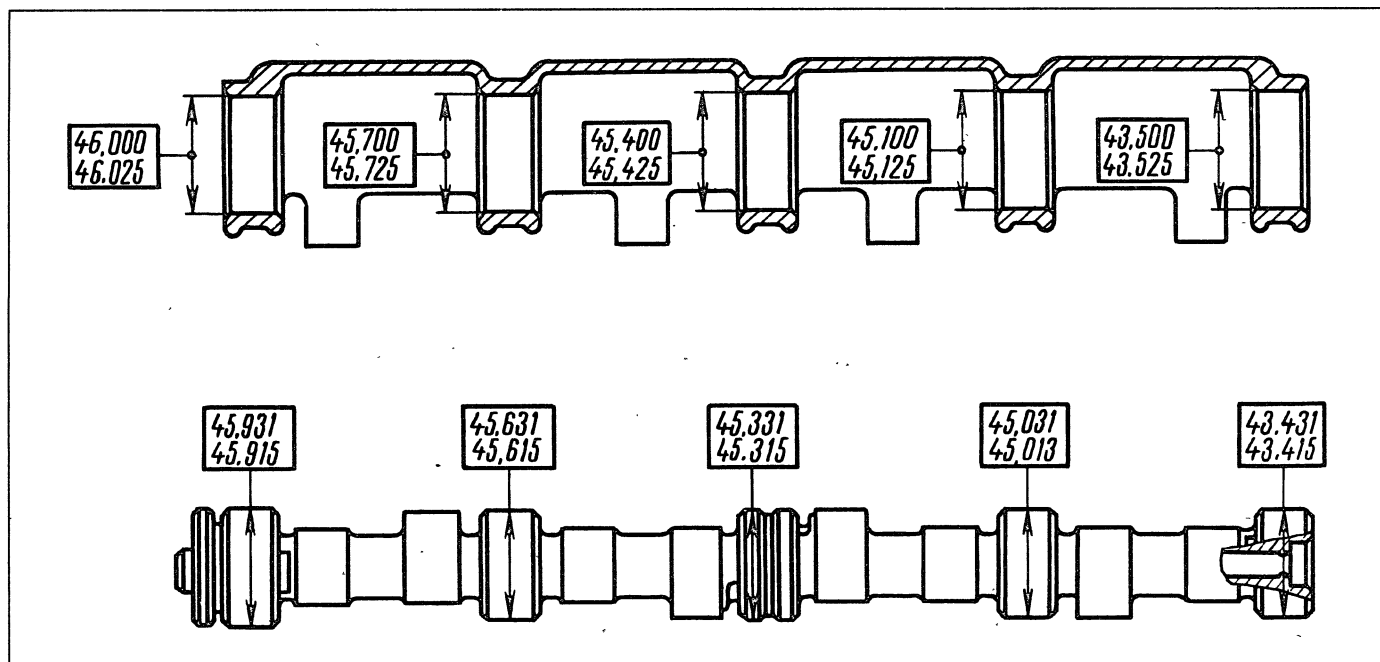

Рис. 2-54. Основные размеры распределительного вала и корпуса подшипников
**Распределительный вал** – чугунный, опирается на пять шеек и вращается в алюминиевом корпусе подшипников, установленном на головке блока цилиндров. Основные размеры распределительного вала и корпуса подшипников даны на рис. 2-54. Поверхности кулачков отбеливаются для повышения износостойкости. От осевых перемещений распределительный вал удерживается упорным фланцем, помещенным в проточке передней опорной шейки вала.